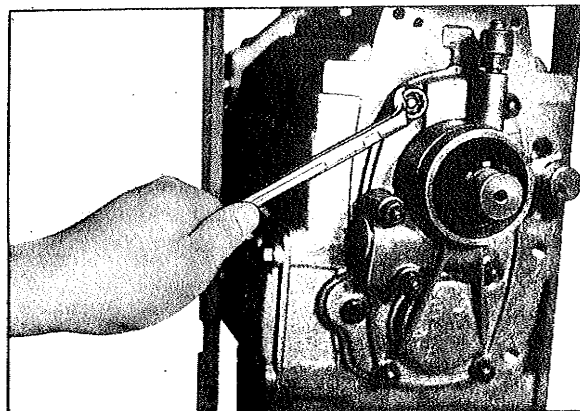

Fig. 3
4.2 Devissier les écrous (102) (fig. 3) et la vis (507). Enlever le couvercle du tachymètre. En pressant, faire sortir la bague d'étanchéité (804) du couvercle.